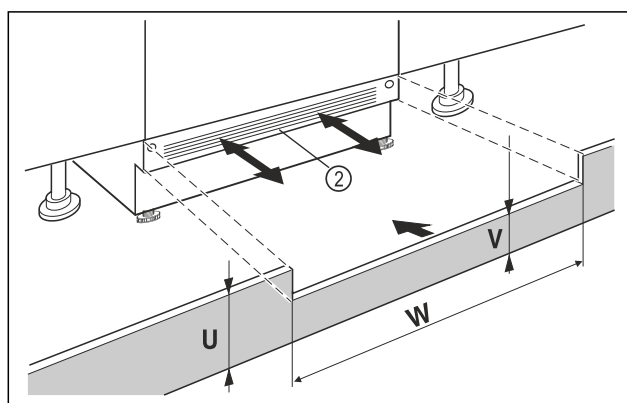

Fig. 16 Príkladné zobrazenie
- Nasadte podstavcový kryt zariadenia Fig. 16 (2), ale ešte ho neupevňujte.
- Pri viditeľnom podstavcovom kryte Fig. 16 (2) tento potiahnite dopredu tak ďaleko, aby predná hrana vetracej mriežky a podstavcového krytu nábytku tvorili jednu rovinu.
- Pri zakrytom podstavcovom kryte Fig. 16 (2) tento posuňte úplne dozadu.
- Dávajte pozor na úplne voľnú vetráciu štrbinu: V prípade potreby prirežte výšku podstavcového krytu nábytku Fig. 16 (U)!
- Pozdĺž šírky výklenku Fig. 16 (W) prispôbte výšku medzisteny Fig. 16 (V) pod podstavcovým krytom zariadenia Fig. 16 (2).